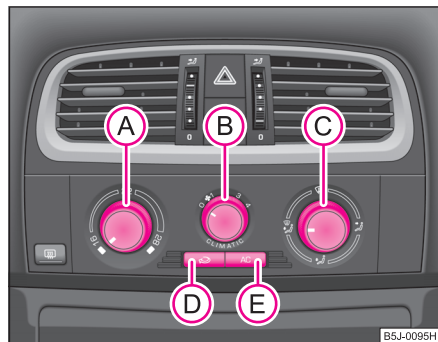

Abb. 83 Climatic: Bedienelemente
Die Klimaanlage arbeitet, wenn der Schalter **AC**  $\Rightarrow$  Seite 98, Abb. 83 **E** gedrückt ist und folgende Bedingungen erfüllt sind:
- Drehen Sie den Drehregler **A** ⇒ Abb. 83 nach rechts, um die Temperatur zu erhöhen.
- Drehregler **(A)** ⇒ Seite 98, Abb. 83 auf der von Ihnen üblicherweise gewählten Temperatur (wir empfehlen 22 °C) lassen
- Drücken Sie den Schalter  ⇒ Seite 98, Abb. 83, das Schalter-Symbol  leuchtet auf.
Wenn der Luftverteilungsregler **(C)** in der Position  ⇒ Seite 98, Abb. 83 steht, wird der Umluftbetrieb automatisch ausgeschaltet. Durch wiederholtes Drücken der Drucktaste  können Sie auch in dieser Stellung den Umluftbetrieb wieder einschalten.
Die Luftzufuhr für die einzelnen Düsen stellen Sie mit dem Luftverteilungsregler **C** ein  $\Rightarrow$  Seite 98, Abb. 83. Die Luftaustrittsdüsen **3** und **4** können einzeln geschlossen und geöffnet werden:
Aus den geöffneten Luftaustrittsdüsen strömt je nach Stellung des Drehreglers **A**  $\Rightarrow$  Seite 98, Abb. 83 und nach Klimabedingungen erwärmte, nicht erwärmte bzw. gekühlte Luft. ■